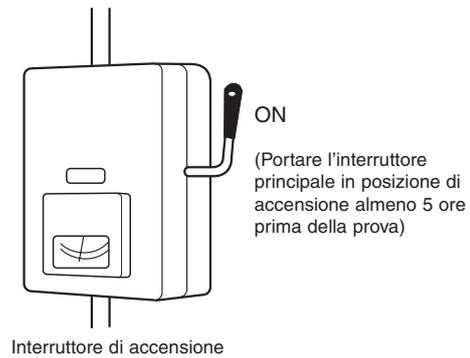

Fig. 10-1
- (1) All'interno del cabinet non sono presenti residui delle operazioni di installazione, in particolare trucioli di acciaio, parti di cavo e fascette.
- (2) I cavi di controllo sono collegati correttamente e tutti i collegamenti elettrici sono serrati a fondo.
- (3) I distanziali protettivi per il compressore utilizzati per il trasporto sono stati rimossi. In caso contrario, rimuoverli subito.
- (4) Gli imballaggi per il trasporto della ventola interna sono stati rimossi. In caso contrario, rimuoverli subito.
- (5) Si è accesa l'unità almeno 5 ore prima di avviare il compressore. Il fondo del compressore deve essere tiepido, mentre il riscaldatore del carter nei pressi del piedino del compressore deve essere caldo (fig. 10-1).